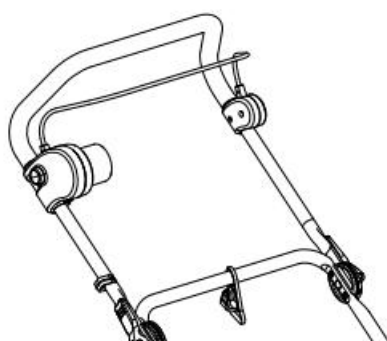

Рис. 15
- a. Убедитесь в том, что рычаг блокировки двигателя (2) отпущен.
- b. Нажмите кнопку включения (19) и удерживайте ее в этом положении (Рис. 15, шаг 1).
- c. Чтобы включить изделие, прижмите рычаг блокировки двигателя (2) к рукоятке (1), (Рис. 15, шаг 2). Удерживайте рычаг (2) прижатым к рукоятке во время работы.
- d. После запуска изделия отпустите кнопку включения (19).
- e. Чтобы остановить электродвигатель и выключить изделие, отпустите рычаг блокировки двигателя (2).